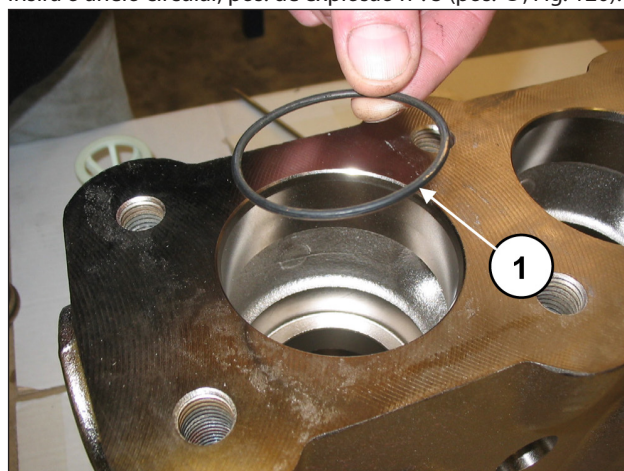

Fig. 120
Insira o anelo circular, pos. de explosão nº. 5 (pos. ①, Fig. 120).